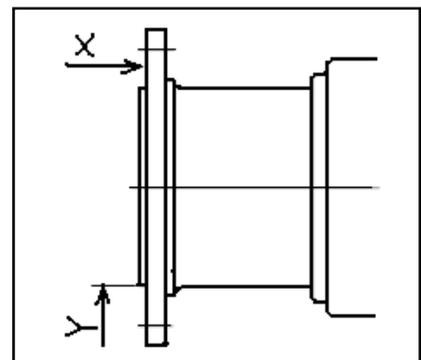

図8 取付け面精度
- 機器側フランジの取付け面精度(図8)が下に示す値を満足していることを確認して下さい。